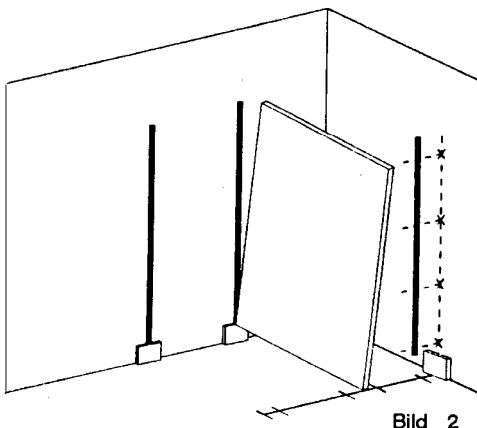

Bild 2
6. Schieben Sie die zugeschnittenen Zwischenwände in die Wandanschlussprofile. Bringen Sie die Wände mit Hilfe der Keile und der Wasserwaage in die richtige Stellung. Befestigen Sie diese an den Wandanschlußprofilen. (siehe Bild 2)